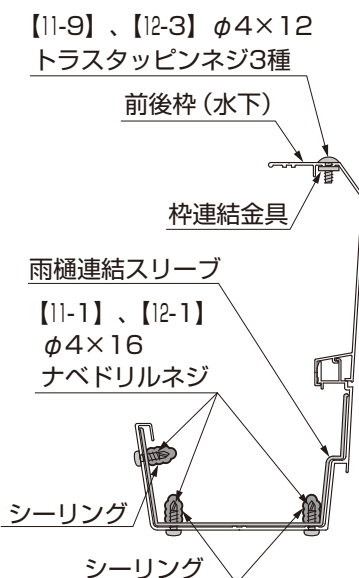

図5-7
- ②前後枠 (水下) を枠連結金具、雨樋連結スリーブと【11-1】、【12-1】、【12-3】でネジ止めしてください。
- ③雨樋連結スリーブを挿入した前後枠の端部にシーリング材を添付してください。
- ④もう一方の前後枠を連結し、【11-1】、【12-1】、【12-3】でネジ止めしてください。
- ⑤内側に出ているネジの先端と周りにシーリングをしてください。(図5-7参照)
- ⑥連結部からはみ出たシーリング材を拭きとってください。